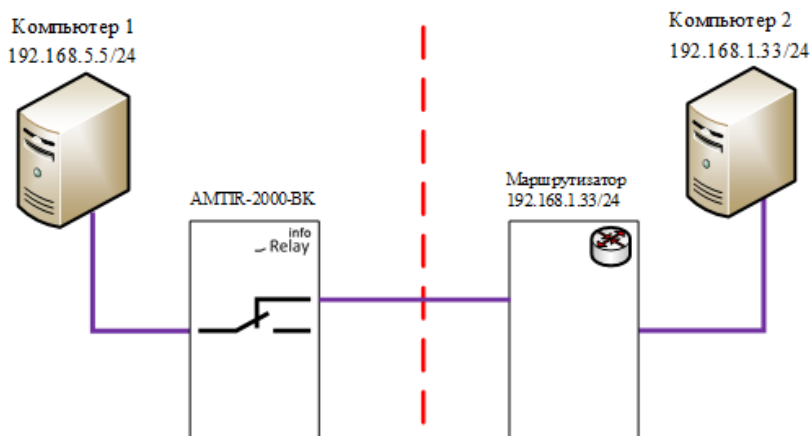

Рис. 11. Изоляция участка сети
3. Использование Изделия для изоляции участков сетей, например при обнаружении сетевых угроз, Рис. 11. В данном случае обязательно применение АМТІР-2000-